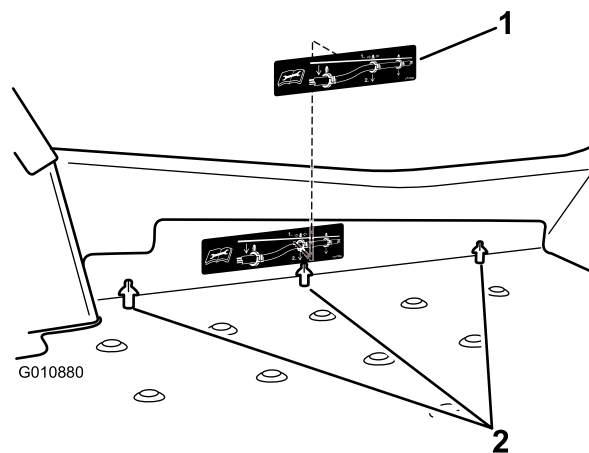

Figura 6
6. Instale la pegatina según se muestra en Figura 6. Alinee la flecha central de la pegatina con el clip central.